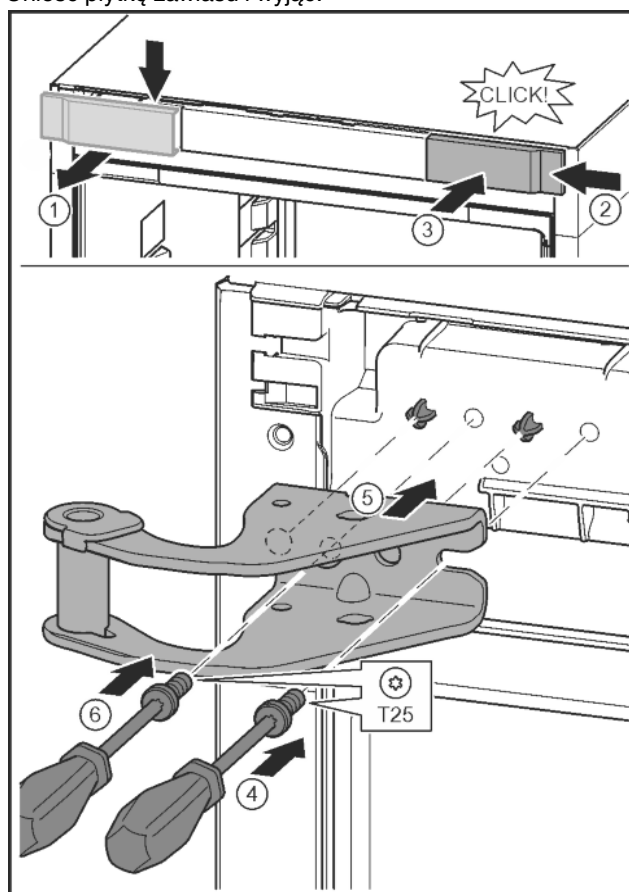

Fig. 13
- ▶ Poluzować osłonę i zdjąć w bok. Fig. 13 (1)
- ▶ Osłonę obrócić o 180° założyć z drugiej strony od prawej. Fig. 13 (2)
- ▶ Zazębnić osłonę. Fig. 13 (3)
- ▶ Śrubę założyć przy pomocy śrubokręta T25. Fig. 13 (4)
- ▶ Założyć górną płytkę zawiasu. Fig. 13 (5)
- ▶ Dokręcić śrubę. Fig. 13 (4)
- ▶ Śrubę założyć przy pomocy śrubokręta T25 i mocno dokręcić. Fig. 13 (6)